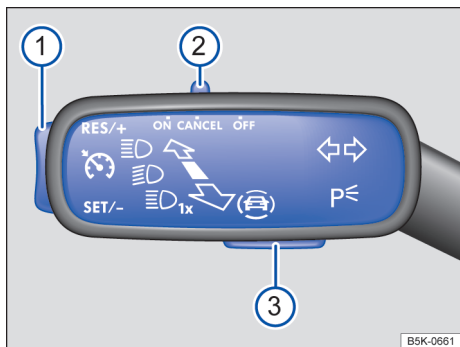

Fig. 113 À esquerda da coluna de direção: interruptores e botões para operar o limitador de velocidade.
- Mover o interruptor → Fig. 113 ② para a posição **ON**.